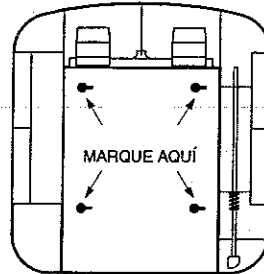
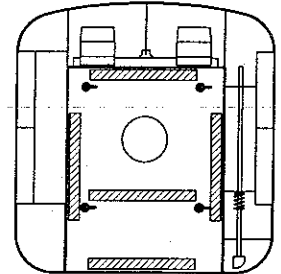

Figura 3
Figura 4
2. Con la puerta de la distribuidora abierta, marque en la pared las cuatro (4) ranuras de montaje como se muestra en la figura 3.
3. Perfore cuatro (4) agujeros de 5/16" de diámetro en las ubicaciones marcadas. La profundidad debe ser 1 1/2 veces la longitud del anclaje **ALLIGATOR**®.
6. Instale la distribuidora en los cuatro (4) tornillos y asegúrese que calce correctamente. Ajústela como sea necesario.
7. Saque la distribuidora y ponga la cinta adhesiva por ambos lados en el respaldo de la distribuidora como muestra en la figura 4.
8. Saque el forro de la cinta y coloque nuevamente la distribuidora en los cuatro (4) tornillos. Empuje la distribuidora hasta que quede bien firme en la pared.
9. Apriete los cuatro (4) tornillos hasta que queden al ras de la pared.
3. Perfore cuatro (4) agujeros de 3/16" de guía en las ubicaciones marcadas.
5. Instale la distribuidora en los cuatro (4) tornillos y asegúrese que calce correctamente. Ajústela como sea necesario.
6. Saque la distribuidora y ponga la cinta adhesiva por ambos lados en el respaldo de la distribuidora como muestra en la figura 4.
7. Saque el forro de la cinta y coloque nuevamente la distribuidora en los cuatro (4) tornillos. Empuje la distribuidora hasta que quede bien firme en la pared.
8. Apriete los cuatro (4) tornillos hasta que queden al ras de la pared.